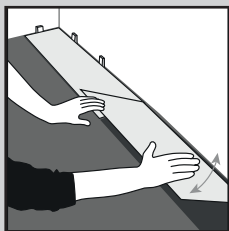

Fig. 2
2. Instale la primera fila asegurándose de que los bordes cortos hacen clic entre sí (Fig. 2).